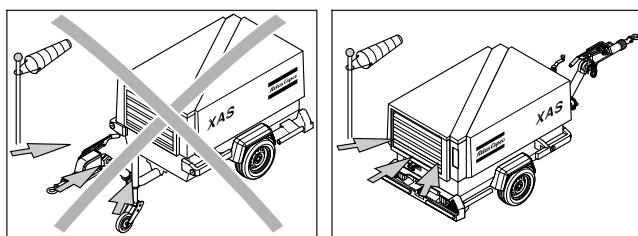

Fig. 3.4 Kompressorens bagende op mod vinden
Når kompressoren parkeres, sikres støtte (1) eller næsehjul (2), så kompressoren understøttes i vandret position. Kontroller, at næsehjulet (2) er blokeret ved hjælp af låsetappen (6). Træk parkeringsbremsen (3). Kompressoren skal så vidt muligt stå vandret; den kan dog bruges, selvom den ikke står helt vandret, men positionen må ikke være mere end 15° ude af vater. Hvis kompressoren parkeres på en hældning, skal der lægges klodser (kan fås som ekstraudstyr) foran eller bag hjulene. Sæt kompressoren mod vinden (se fig. 3.4), ikke hvor der er vindstrømme og ikke ved en mur. Undgå at motorens udstødning vender tilbage til indsgugningen. Det kan forårsage overophedning, så motorens effekt reduceres.